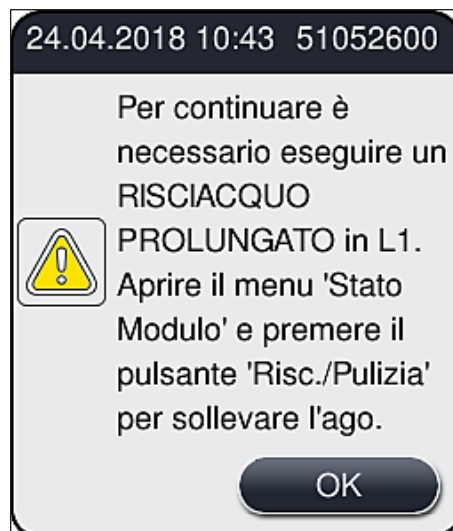

Fig. 100
2. Prendere nota del messaggio informativo successivo (→ Fig. 100) e confermare con il pulsante **OK**.